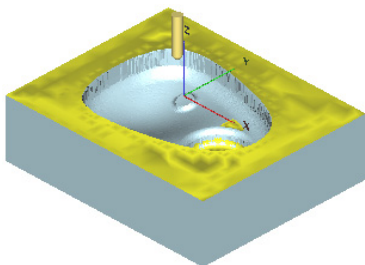

图3-188 仿真模拟结果(5)
6) 仿真模拟。单击“加工向导”工具栏上的“高级仿真”按钮，弹出“高级仿真”对话框，选中所创建的加工，单击确定按钮；在弹出的“Cimatron's Verifier”对话框中验证加工效果，如图 3-188 所示。